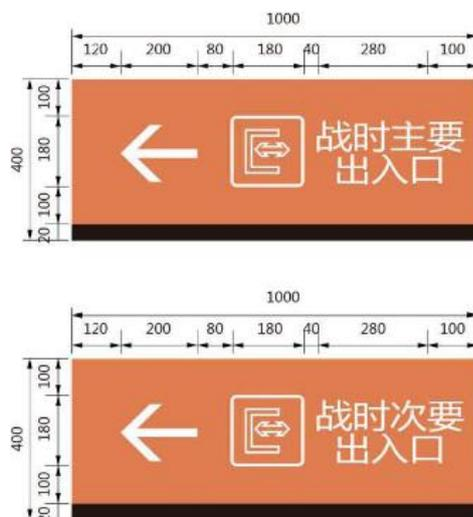

图 3-20 战时方位导引标识样式及尺寸示例
3.17 战时方位导引标识。用于从人防区内部指示出入口方位。若兼用平时出入口，可跟平时导引标识双面表达。标识样式及尺寸示例见图 3-20。